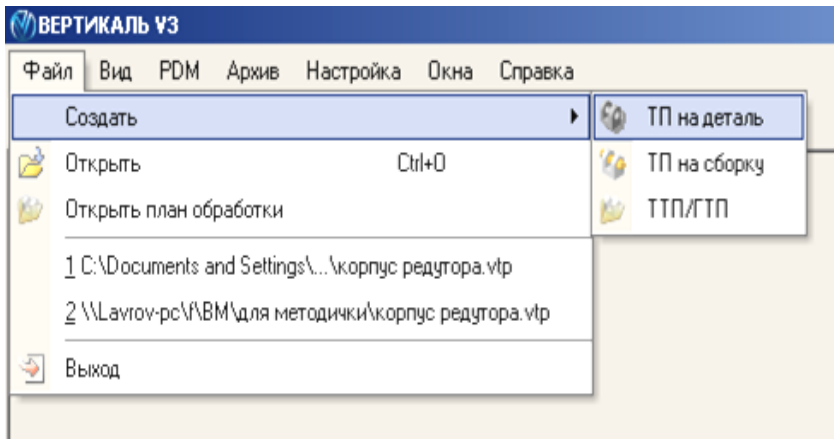

Рис. 1.1
1. Выберите в основном меню *Файл – Создать – ТП на деталь* (рис. 1.1).